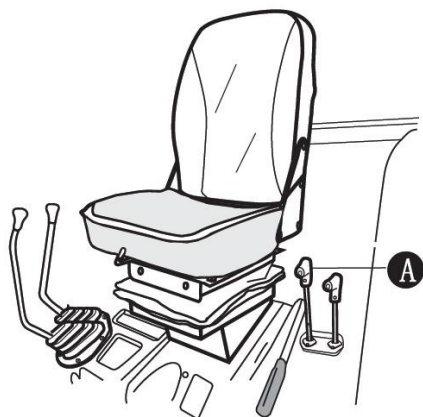

Fig. 4-40 Operação da TDP
Tanto a TDP do tipo sincronizada como a independente são controladas pela alavanca de controle ① (veja a fig. 4-40).
Aguarde um momento e empurre a alavanca de controle ① para baixo (veja a fig. 4-40).
Antes de conectar a TDP ao implemento agrícola, primeiro solte a embreagem da mesma e coloque a alavanca de controle ① (fig.4-40) na posição neutra.